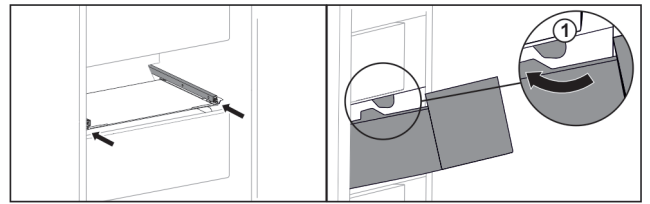

Fig. 47
- ▶ Lade rond de stoppers Fig. 47 (1) leiden.